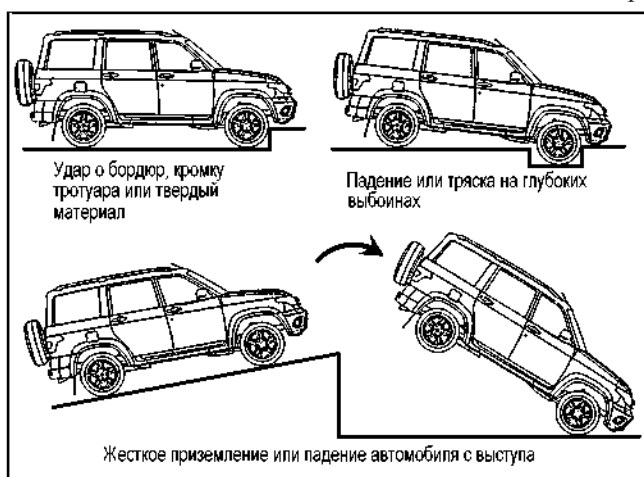

Рис. 3.51. Примеры ситуаций со срабатыванием системы пассивной безопасности водителя и переднего пассажира
- в случае достаточного по силе удара, воздействующего на автомобиль спереди, некоторые примеры показаны на (рис. 3.51).